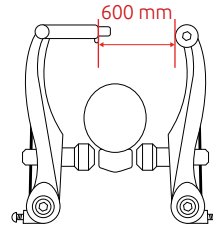

Abb.:45
Modellabhängig verfügt der Bremshebel über eine Feststellfunktion. Diese gibt es in unterschiedlichen Ausführungen. Bitte lesen Sie hierzu die Bedienungsanleitung des Komponentenherstellers und lassen Sie sich die Bedienung von Ihrem Fachhändler erklären. Bestimmte Dreiradmodelle sind mit einer zusätzlichen Parkbremse am Steuerkopf versehen (siehe „Abb.:44“). Aktivieren Sie die Parkbremse indem Sie den Parkbremshebel nach oben klappen bis er einrastet (siehe „Abb.:44 (1)“) und nicht wieder zurückschnellt. Wird die Parkbremse angezogen, ist unter dem Hebel ein roter Punkt sichtbar. Zum Deaktivieren der Parkbremse klappen Sie den Hebel wieder nach unten (siehe „Abb.:44 (2)“). Das in der Abbildung (siehe „Abb.:45“) dargestellte Maß ist bei der Einstellung der Feststellbremse einzuhalten.